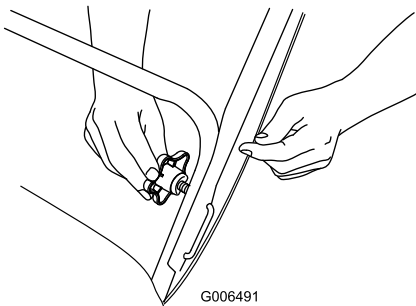

Figure 5
2. Insérez le dispositif de blocage en “U” dans le trou libre du guidon et serrez fermement les boutons du guidon (Figure 5).